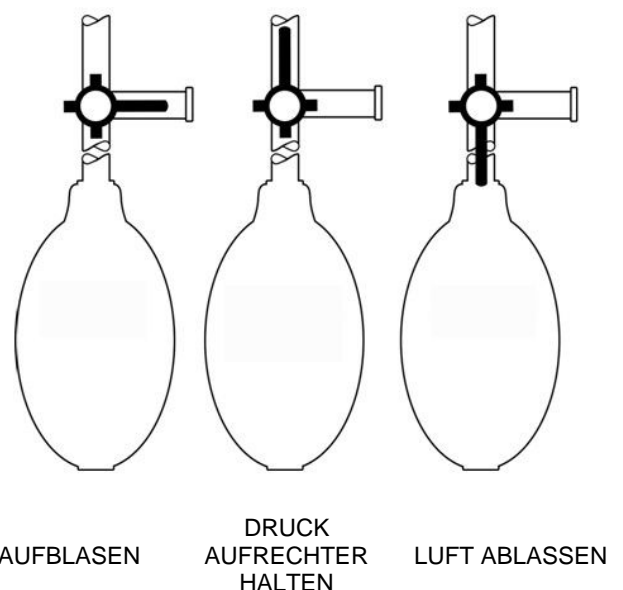

Abbildung 2: Griffpositionen des Luftventils/Absperrhahns
- 2- Hängen Sie die Druckinfusionsmanschette an der Öse (1) oben an der Manschette an den Infusionsständer.
- 4- Hängen Sie den Infusionsbeutel an die Infusionsmanschette, indem Sie runde Klettschlaufe (3) durch die obere Öffnung des Infusionsbeutels führen und ihn an der Klettverschluss-Hakenstreifen (2) befestigen. Führen Sie den Schlauch gerade nach unten.
- 5- Drehen Sie den Griff des Luftventil/Hahn (6) nach rechts in Richtung der offenen Absperrhahmentlüftung (siehe Abbildung 2).
- 6- Pumpen Sie die Infusionsmanschette auf, indem Sie die Gummipumpe (5) betätigen, bis das Kolbenmanometer den richtigen Druck (300 mmHg) erreicht, der im grünen Bereich des Manometers angezeigt wird. Überprüfen Sie das Druckmesser (Kolbenmanometer) (4). Einweg-Druckinfusionsmanschetten sind mit einem 325 mmHg-Überdruckventil ausgestattet, das ein Überpumpen verhindert. Sobald 325 mmHg erreicht sind, zeigt das Manometer eine rote Anzeige zusammen mit dem Wort „Vorsicht“ an und der Druck beginnt aus dem Ventil abzulassen. Der Druck wird weiter aus dem Ventil abgelassen, bis der Druck unter 325 mmHg fällt.